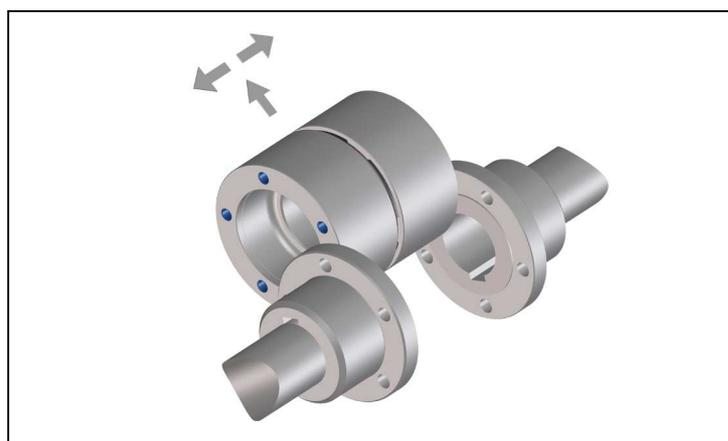

Bild 13
- Schieben Sie die Zwischenstücke (Teil 112-118) aus den Zentrierungen der Flanschnaben (Teil 105) gegen den elastischen Zwischenring zusammen (Bild 13).